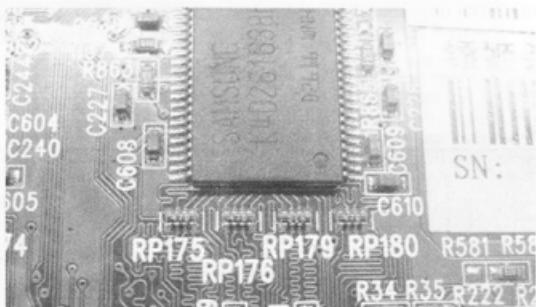

图 3-48 数据线上的串联排阻
- (1) 对显卡进行全面的外观检查，是否有掉件、烧坏、断线等外观问题。
- (2) 运行显存测试程序，根据显存排列图找出报错的数据线。必要时需要使用“短接法”才能准确定位报错的数据位。
- (3) 如果报错的只是独立的某个或几个数据位，可以参照显存脚位定义图测显存数据线的二极体值，也可以更换显存芯片排除。显存与 GPU 间数据线上有串联电阻的如图 3-48 所示，注意检查阻值是否正常。